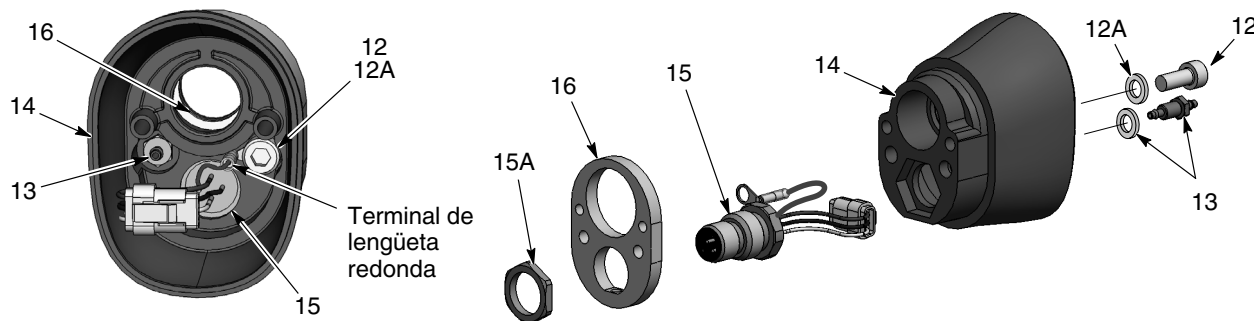

Figura 20 Desmontaje de la pistola de montaje en tubo 5 de 5
18. Ver la figura 20. Para desmontar el conjunto del cuerpo posterior, extraer el tornillo (12) y el racor dentado (13) de la parte interior del cuerpo de la pistola posterior (14). Se requieren una llave macho hexagonal de 3 mm y un zócalo de cavidad profunda de 1/4 pulg.
19. Extraer la tuerca (15A) del receptáculo, extraer la placa de puesta a tierra (16) del cuerpo de la pistola posterior, e introducir el cableado del receptáculo a través del cuerpo.